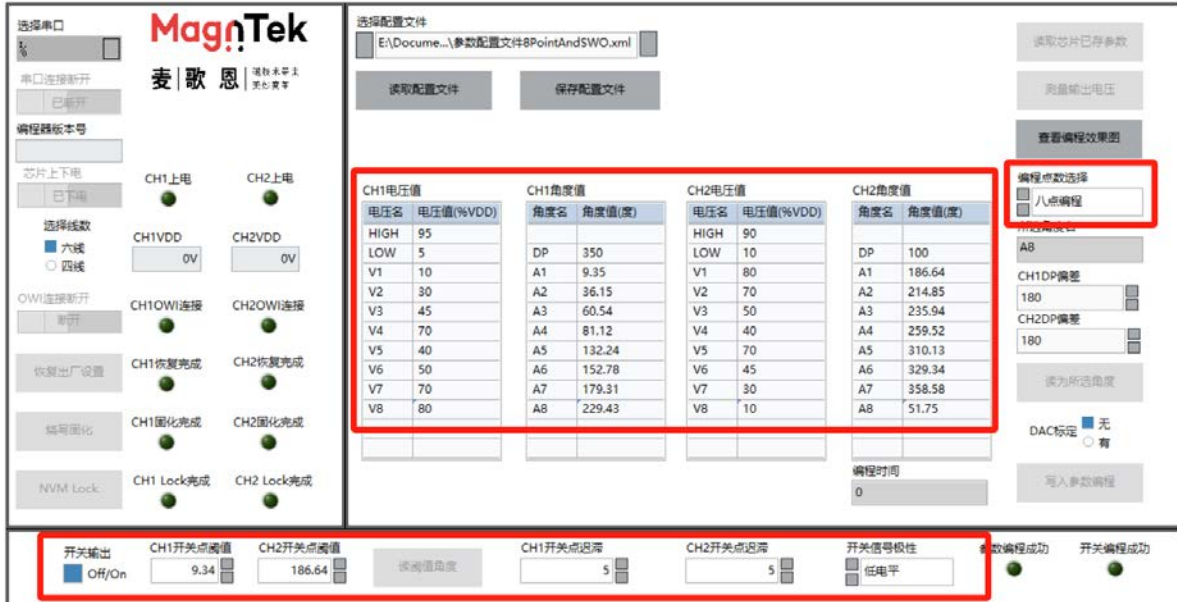

图 5.3.10 选择八点编程并填入固定参数
- 9、填写上述参数至对应的参数栏中。‘HIGH’、‘LOW’、‘V1’ ~ ‘V8’、‘DP’ 及开关点迟滞为固定参数，填入后重复编程时始终保持不变。‘A1’ ~ ‘A8’ 及 “开关点阈值” 参数由手动控制，为芯片当前的实际角度值（图 5.3.10）。